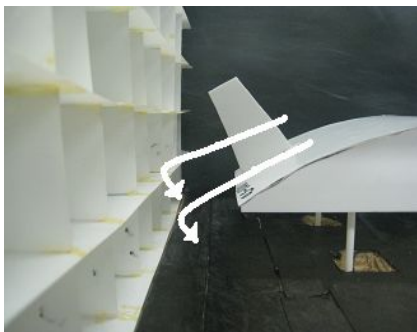

図5 (左: 試料① 右: 試料②)
**実験1** 地面の形状を一定にして地面との距離と揚力の大きさの関係を調べる。使用試料は①、②。同時に気流を観察しその様子を図5に示す。